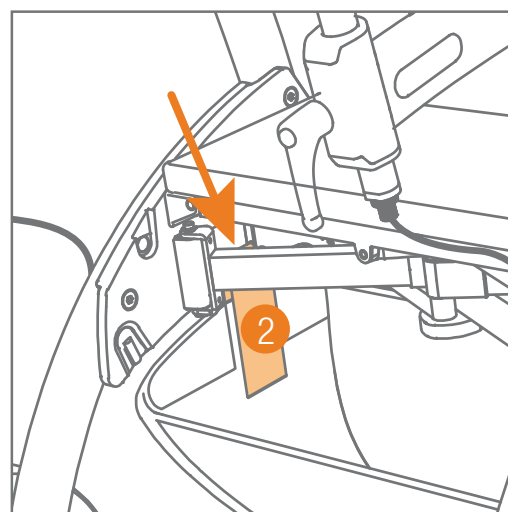

Figure 4 : Fixation des bandes Velcro.
- d. Enfilez une des bandes larges à travers le renforcement de la plaque latérale en plastique, de l'extérieur vers l'intérieur. Sécurisez la boucle avec le velcro à l'intérieur du sac. Faites la même chose de l'autre côté (**Figure 4**).